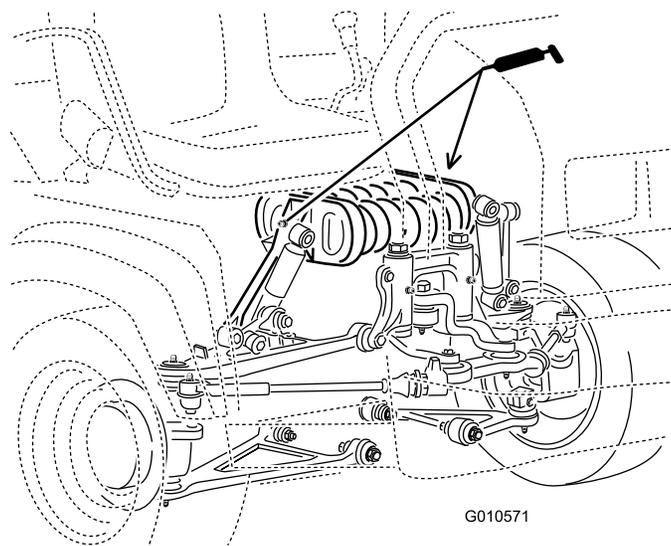

Рисунок 40
- Стойка рессоры (2 шт.), как показано на Рисунок 40.